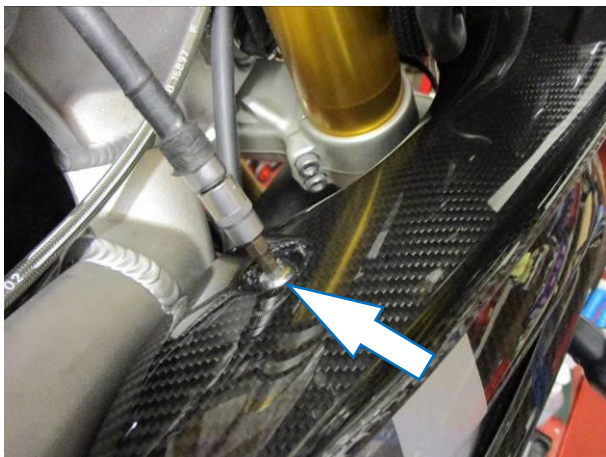

ABBILDUNG 1
- Entfernen Sie die Schraube, die in **Abbildung 1** markiert ist und entfernen Sie das innere Verkleidungsteil.